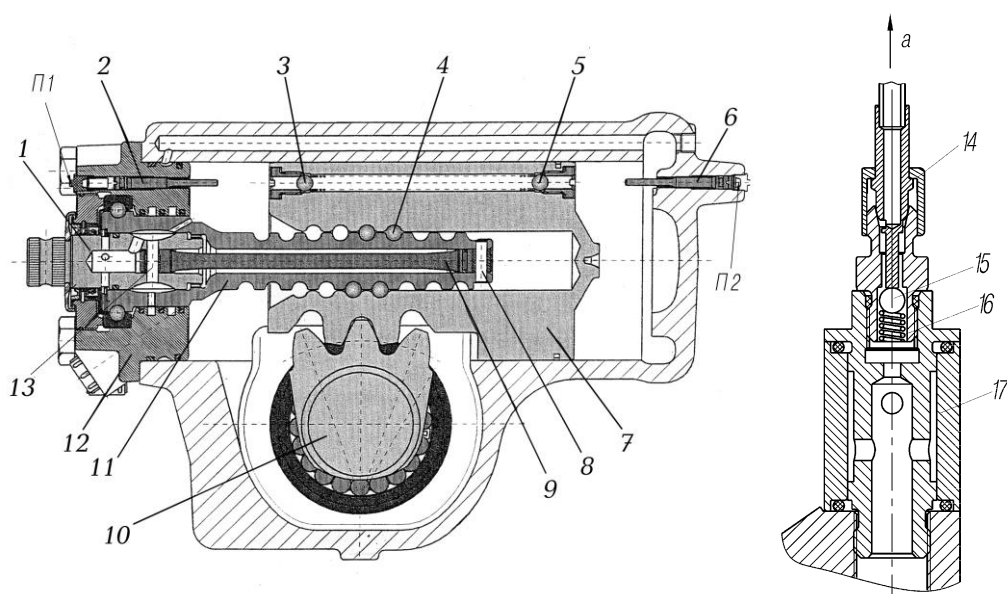

Рис. 40. Рулевой механизм:
Механизм имеет клапан с поворотным золотником, который состоит из работающего в червяке 11 (рис. 40) поворотного золотника 1. Поворотный золотник 1 и головка червяка 11, расположенная в корпусе клапанов 12, имеют дозировочные канавки, расположенные в радиальных направлениях.
После замены на автомобиле рулевого механизма или ремонта механизма следует отрегулировать срабатывание ограничительных клапанов 3 и 5 (см. рис. 40), для чего при неработающем двигателе:
- при упоре болта в пластину, завинчиванием соответствующего регулировочного винта 2 или 6 (см.рис. 40) добиться падения давления в пределах 0,3-0,7 МПа (3-7 кгс/см2) от определенного ранее. Например, если максимальное давление в гидросистеме было 15,5 МПа (155 кгс/см2), то при упоре болта в пластину давление должно составлять 14,8-15,2 МПа (148-152 кгс/см2).